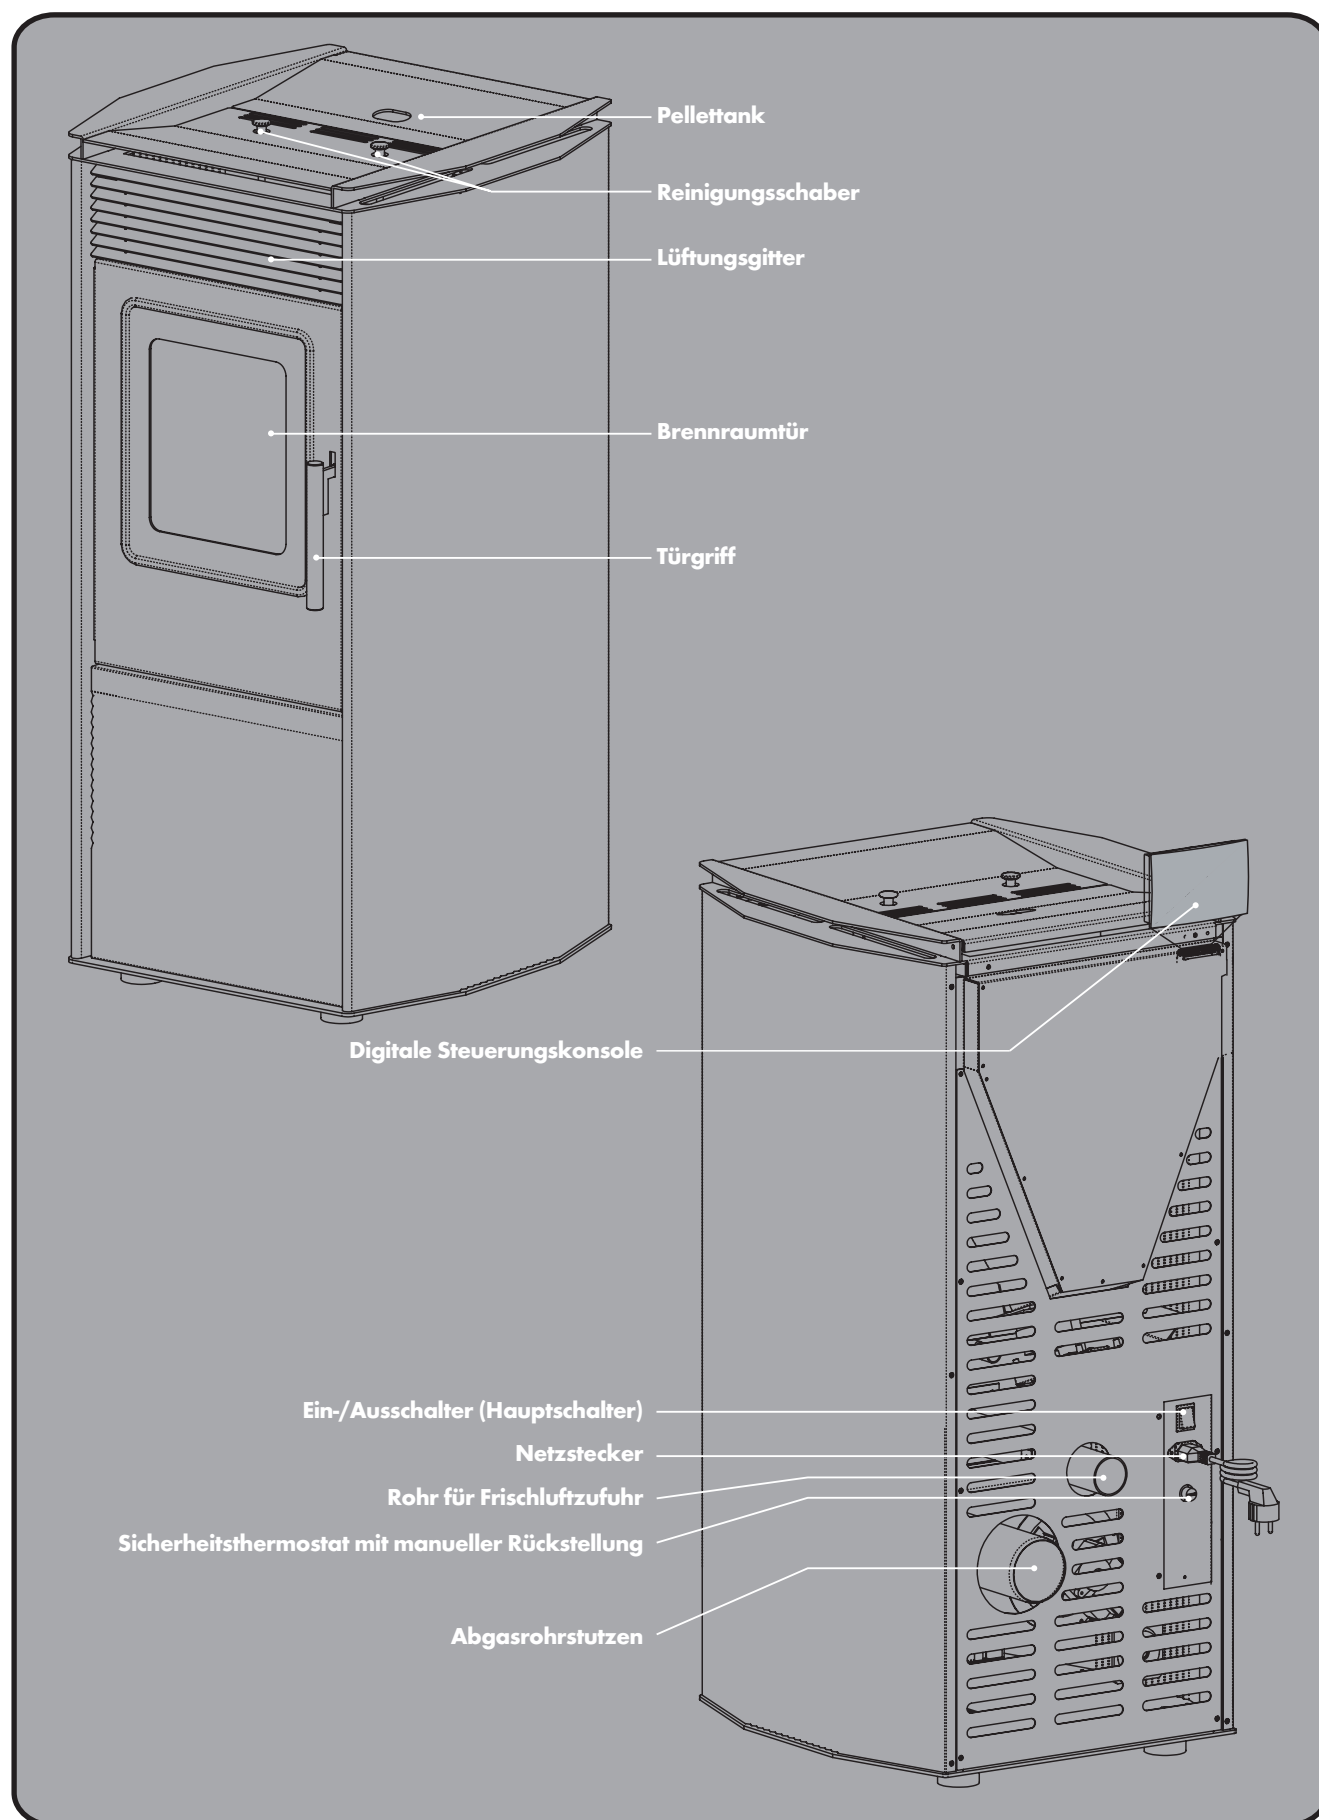

Abb. 2a: Geräteübersicht (Abbildung modellabhängig)
- Schalten Sie im Falle eines Schornsteinbrandes den Ofen sofort am Ein-/Ausschalter (Hauptschalter, siehe Abb. 2a) ab und ziehen Sie den Netzstecker aus der Steckdose. Versuchen Sie auf keinen Fall den Brand selbst zu löschen. Schütten Sie niemals Wasser in einen brennenden Schornstein. Rufen Sie unverzüglich die Feuerwehr! Lassen Sie zur Identifizierung der Brandursache den Schornstein unbedingt von Ihrem Bezirksschornsteinfeger überprüfen, bevor Sie den Pellet-Heizofen wieder in Betrieb nehmen.
- Schalten Sie den Ofen sofort am Ein-/Ausschalter (Hauptschalter, siehe Abb. 2a) ab, wenn aus irgendeinem Teil des Ofens oder des Abgasrohrs Rauch entweicht. Sorgen Sie für eine gute Raumbelüftung, indem Sie sämtliche Fenster öffnen. Lassen Sie den Ofen vollständig abkühlen, bevor Sie die Ursache der Rauchentwicklung ermitteln. Ziehen Sie, wenn nötig einen Fachmann hinzu. Starten Sie das Gerät nicht, bevor die Ursache der Rauchentwicklung geklärt und behoben wurde.
1. Schließen Sie einen dafür geeigneten Schlauch bzw. Luftkanal (Ø 48 mm, max. Länge 2,0 m) am Luftansaugrohrstutzen (siehe S. 10, Abb. 2a) an der Geräterückseite an.
1. Vergewissern Sie sich, dass der Ein-/Ausschalter (Hauptschalter, siehe Abb. 2a) auf der Position 0 steht.
2. Schließen Sie das beiliegende Netzkabel zunächst am Gerät an. Die Anschlussbuchse für das Netzkabel befindet sich unterhalb des Hauptschalters auf der Geräterückseite (siehe Abb. 2a). Stecken Sie dann das Netzkabel in eine geerdete, durch einen FI-Schutzschalter abgesicherte Steckdose (230 V~50 Hz).
3. Bringen Sie nun den Ein-/Ausschalter (Hauptschalter, siehe Abb. 2a) auf Position I. Das Gerät ist nun betriebsbereit und das Display zeigt die folgenden Informationen: